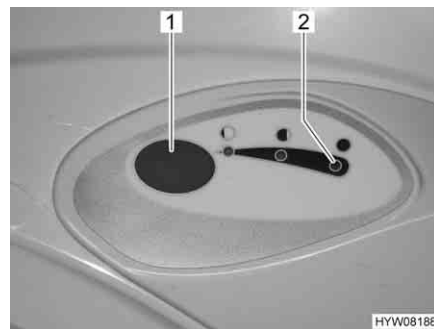

Fig. 134 Pulsante dello sciacquone/spia di controllo toilette Thetford
- Per sciacquare premere il pulsante blu (Fig. 134,1).
La spia di controllo (Fig. 134,2) si accende quando il serbatoio fecale deve essere svuotato.